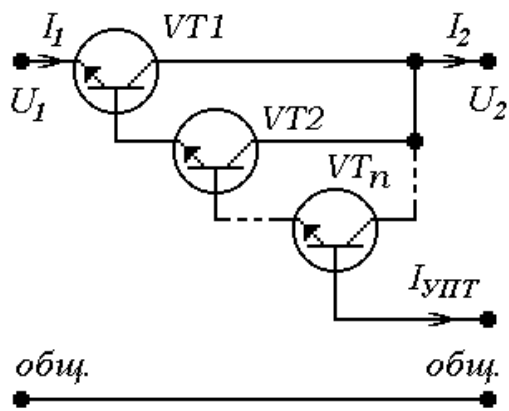

Рис.7. Вариант 7
$$K_{I_l} = \beta_l, \quad l=1 \dots n, \text{ для рис. 7, 8.} \quad (11)$$
$$R_l = \infty, \quad l=1 \dots n, \text{ для рис. 7, 8.} \quad (14)$$
$$I_{УПТmax} = \frac{I_{PЭmax}}{\prod_{i=1}^n K_{I_i}}, \text{ для рис. 7, 8, 9, 10.} \quad (18)$$
$$R_{вхРЭ} = \sum_{l=1}^n \left( r_{ex_l} \prod_{i=0}^{n-l} K_{I_i} \right), \text{ для рис. 7, 8.} \quad (28)$$